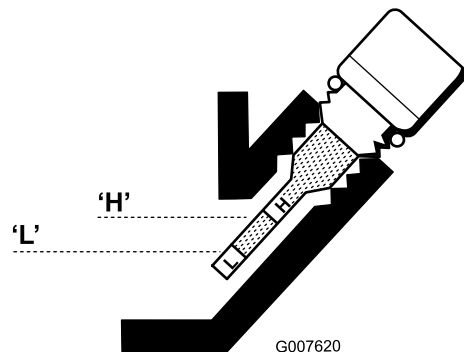

图26
3. 将量油尺擦拭干净，然后将其插入加油口。切勿拧入加油口。取出并检查油位。如果油位较低，请添加足够的机油，使油位升到量油尺的“H”与“L”标记之间（图26）。重新检查油位。切勿过量添加。